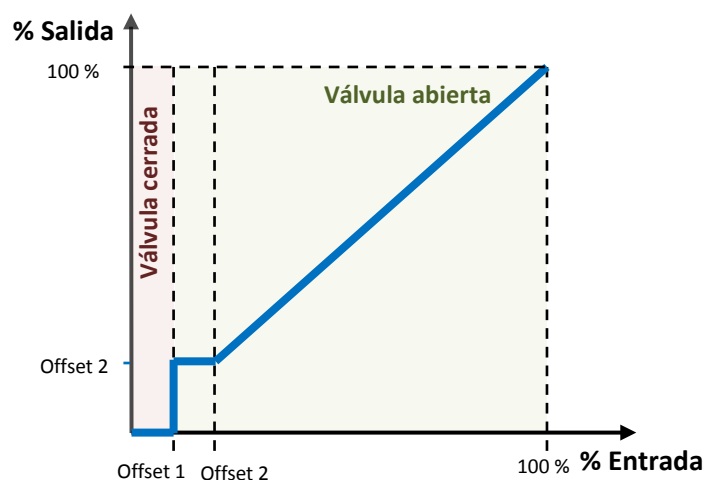

Figura 7 Porcentaje de salida en función de la consigna de entrada y los offsets.
- El **valor mínimo de la variable de control** que debe activar el ventilador, es decir, el mínimo valor de porcentaje exigible para que el actuador active el ventilador; los valores inferiores a este mínimo serán ignorados. Esto es lo que se indica como “Offset 1” en la Figura 7.
parámetro es útil cuando el ventilador no sea capaz de moverse con valores de tensión inferiores a un cierto límite. Es el “Offset 2” en la Figura 7.